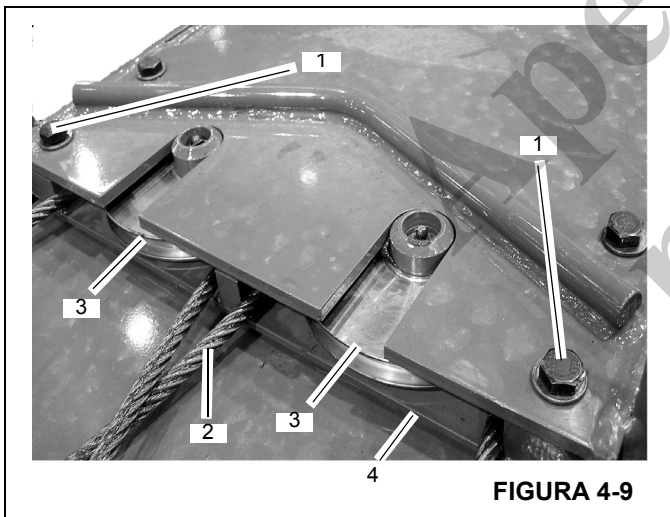

FIGURA 4-9
8. Na parte frontal superior da seção intermediária interna, remova os quatro parafusos e as arruelas (1) que fixam o conjunto de polias (2) dos cabos de sincronização (3). Estenda o conjunto com os cabos na parte superior da seção intermediária externa (4) Figura 4-9.